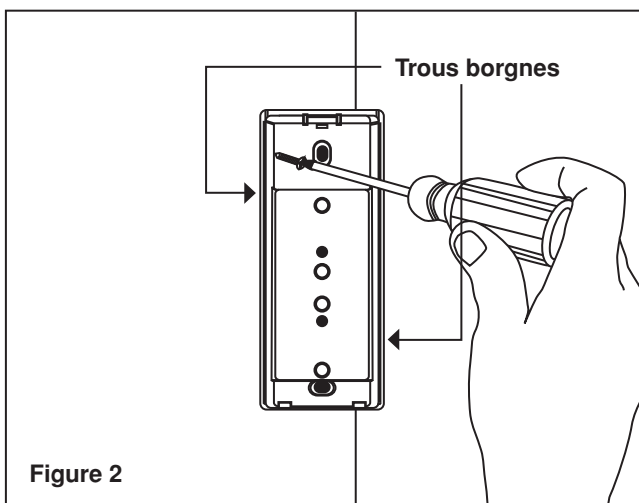

Figure 2
- Insérer les deux vis et les serrer à la main (**figure 2**).